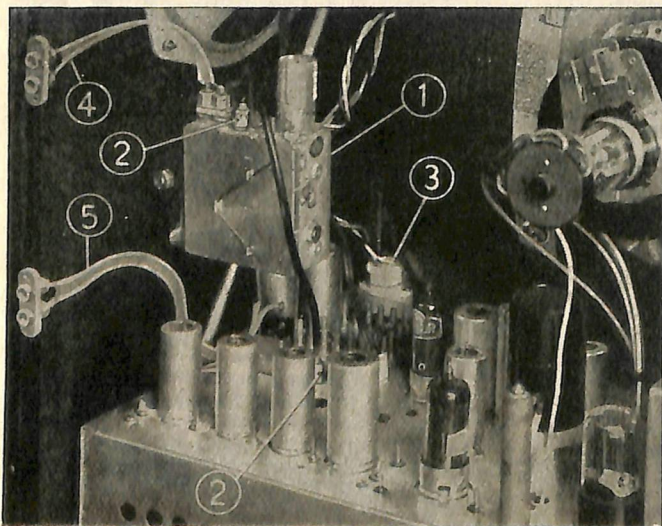

Fig. 29 - Vista interna di un televisore Gelo munito di convertitore N. 7891 per la ricezione dei programmi irradiati nella gamma UHF. Sono visibili:
- 3) affacciare la piastra di supporto del Gruppo convertitore ai fori di fissaggio dalla parte interna del mobile, in modo che le tre «bussoline» isolanti entrino nei tre fori di fissaggio. Se le bussoline entrassero con difficoltà, allargare leggermente i fori del mobile. Il convertitore dovrà risultare fissato come mostra la fig. 29;
- 5) infilare la spina d'alimentazione nella presa n. 3 e la spina di FI nella presa n. 2 posta sul gruppo sintonizzatore VHF (vedi fig. 29).
Nella fig. 29, pag. 22, sono chiaramente indicati la posizione delle varie parti e i collegamenti già effettuati. Come si vede, l'applicazione è di un'estrema semplicità.